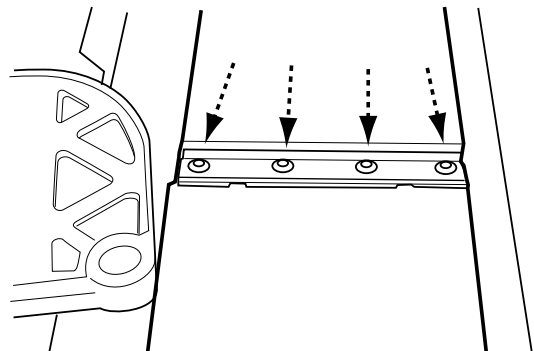

FIGURE 8
- Desserrer les quatre vis fixant la barre de serrage au porte-outil. Voir Figure 8.